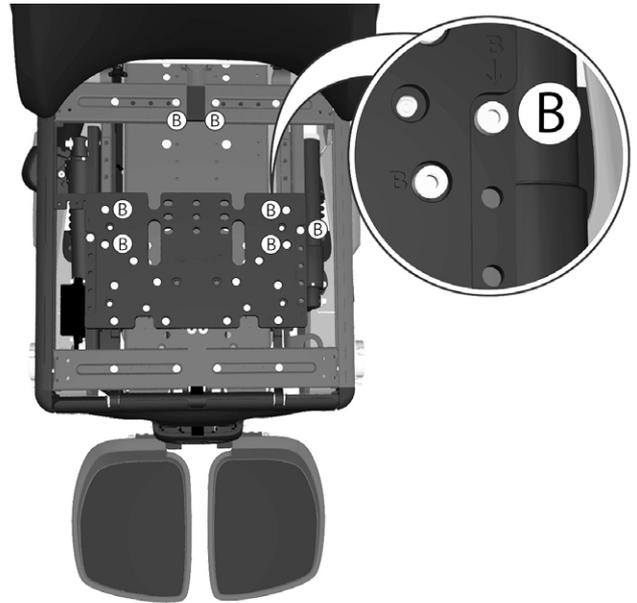

Abbildung 62. Die Position für die Rückenlehne (hinterer Teil des Sitzrahmens) wird von fünf Schrauben, gekennzeichnet mit dem Buchstaben B, fixiert.
6. Die sieben mit (B) gekennzeichneten Schrauben für den hinteren Teil des Sitzrahmens demontieren, siehe Abbildung. 62.